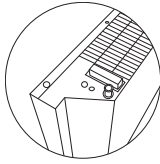

Fig. 4
Folosind șasiul (furnizat separat), după studiarea anterioară a schemelor de montare (Fig. 4), instalați dispozitivul pe podea:
1. Întoarceți cu atenție convectorul cu partea de jos în sus (Fig. 4).